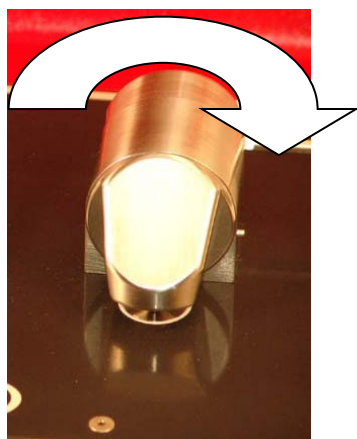

Figura 4. TumbIIR com a janela do acessório virada para baixo
No modo de análise de amostra, a TumbIIR é girada de forma que a janela óptica do acessório fique virada para baixo na direção da área de montagem de amostra FTIR 4500t. Nesta posição, a energia de infravermelho (IR) passa entre a amostra, possibilitando a medição. Certifique-se de girar o braço da TumbIIR completamente até que ele alcance o detentor e encaixe em sua posição. Este detentor mantém o acessório imóvel durante a medição da amostra (veja a Figura 4).
- 4 Feche o dispositivo girando o braço em sentido horário até que ele encaixe em sua posição (veja a Figura 4).
- 4** Feche o dispositivo girando o braço em sentido horário até que ele encaixe em sua posição (veja a Figura 4).